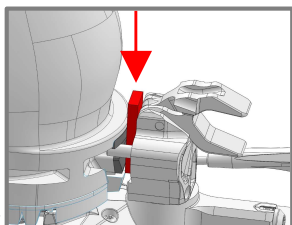

Fig.1
- Prima di ogni utilizzo o subito dopo un evento straordinario come una brutta caduta controllare visivamente che: 1) l'attacco sia correttamente fissato allo sci e che le viti siano correttamente serrate 2) la struttura dello sci non sia danneggiata 3) i sistemi elastici e a molla funzionino con la consueta fluidità 4) gli attacchi non presentino parti difettose, usurate o danneggiate 5) la corretta distanza tra lo scarpone e l'attacco tramite il distanziale in dotazione (se presente) (Fig. 1) o la marcatura sui pin della talloniera (Fig.2-3).